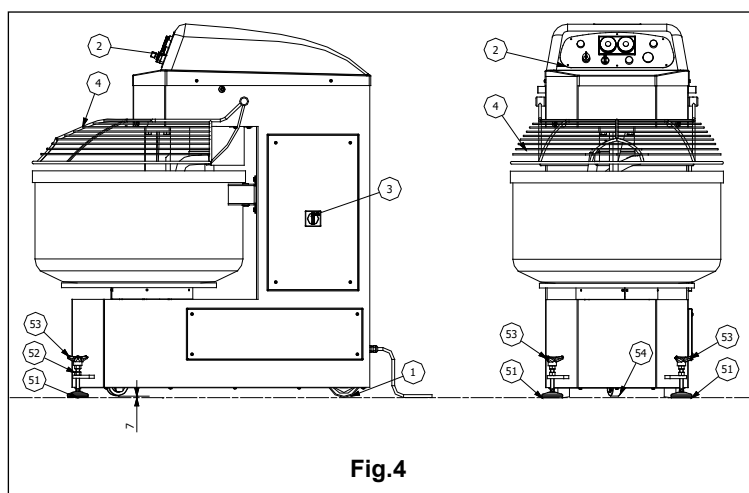

Fig. 4
a) Posizionare la macchina nell'area di lavoro prescelta, regolare i piedini frontali Pos.51 fig.4 tramite il volantino Pos.53 e successivamente bloccare serrando il dado Pos.52.
c) Controllare che la protezione vasca Pos. 4, Fig.4 sia abbassata.
Il quadro comandi Pos.2, fig.4 si compone di:
Il quadro comandi digitale Pos. 2 Fig.: 4 si compone di :
Sollevare il riparo di protezione mobile Pos.4 fig.4/7 .
Nel seguito saranno descritte le verifiche per accertare la funzionalità dei comandi illustrati nella Fig.4/5/6.